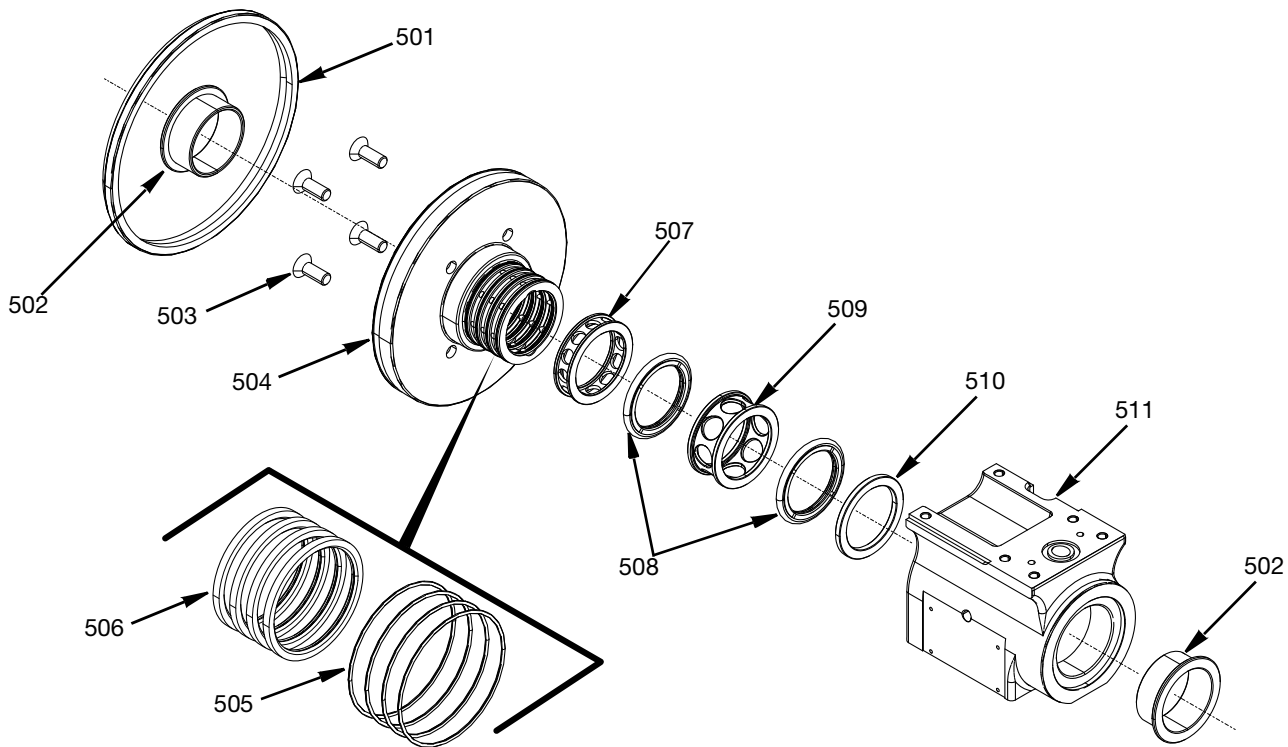

FIG. 20
1. La bague d'étanchéité à la poussière (501) peut être retirée du roulement de la bague de distribution d'air (504).
2. Retirez les roulements à bride (502) et jetez-les.
3. Retirez les vis à tête plate M6 (503) avec une clé hexagonale et retirez le roulement de la bague de distribution d'air (504).
4. Retirez les quatre joints toriques (505) et les quatre joints d'air (506) du roulement de la bague de distribution d'air (504) et jetez-les.
5. Tapotez les composants internes (507-510) hors de l'ensemble de boîtier pivotant (511). Il est recommandé d'utiliser l'outil d'installation/retrait de joint 17V972 et un maillet à face souple pour tapoter les composants internes hors du boîtier pivotant.
6. Jetez les joints rotatifs (508). Voir la FIG. 20 à la page 20.
REMARQUE : Pour la séquence générale d'assemblage du boîtier pivotant, reportez-vous à la FIG. 20.